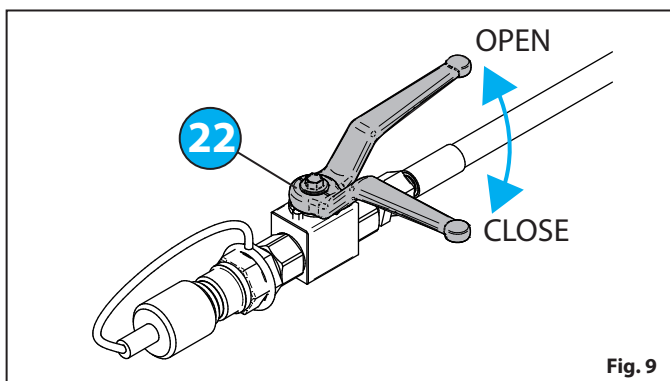

Fig. 9
- Zamknąć zawór **22** instalacji hydraulicznej znaczników przejazdów «Fig. 9».